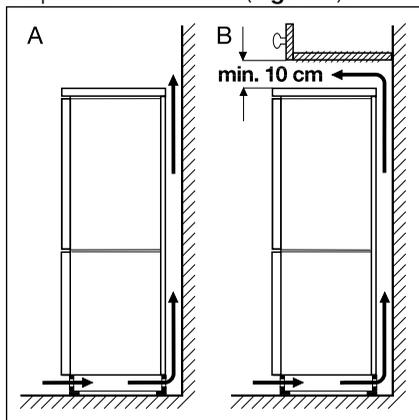

Fig. 1
L'aria affluisce da sotto la porta, sul lato anteriore e defluisce lungo lo schienale verso l'alto (Fig. 1/A).
**Importante!** Se l'apparecchiatura viene collocata sotto un pensile della cucina è necessario assicurare una distanza minima di 10 cm tra la parte superiore dell'apparecchiatura e il pensile sovrastante (Fig. 1/B).